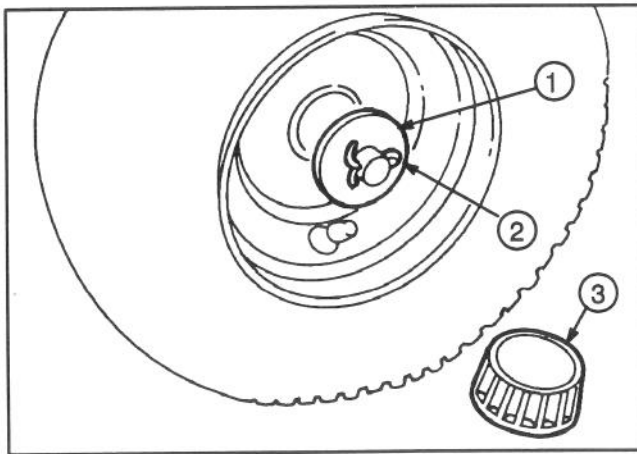

Figure 1
2. Monter la rondelle plate sur l'essieu, insérer la clavette et ouvrir les extrémités de celle-ci à l'aide d'une pince (Fig.1).